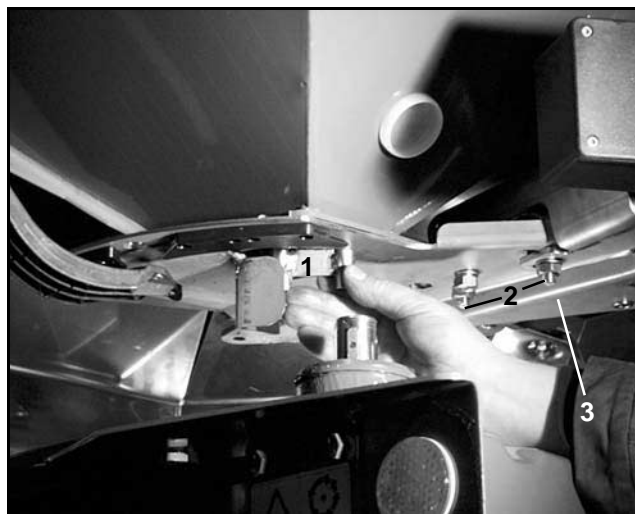

Fig. 2
- På grund af det nu åbne skod skal indstillingslæren (Fig. 2/1) (ekstraudstyr) nemt føres igennem åbningen.
- Boltene (Fig. 2/2) til konsollet (Fig. 2/3) løsnes.
- Indstillingslæren (Fig. 2/1) føres ind i skodåbningen.
- Konsollet (Fig. 2/3) til indstillings motoren skubbes ind mod indstillingslæren og boltene (Fig. 2/2) spændes igen.
Kontroller, om indstillings skalaen viser skodindstilling 41. Er dette ikke tilfældet skal spændebeslaget til viseren (Fig. 3/1) løsnes indstillings kanten (Fig. 2/2) på viseren indstilles så den peger på skala værdien 41.